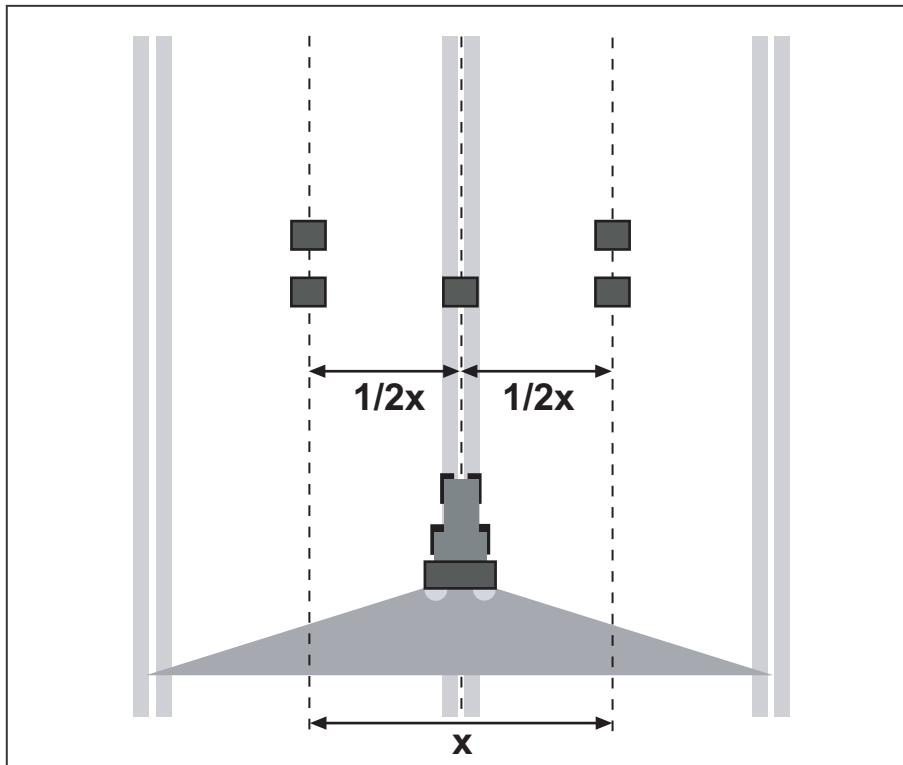

Рисунок 7.23: Установка для одного прохода
- Установите по два поддона на расстоянии 1 м один за другим в зонах перекрытия (между технологическими колеями) и один поддон внутри технологической колеи (согласно Рис. 7.23).